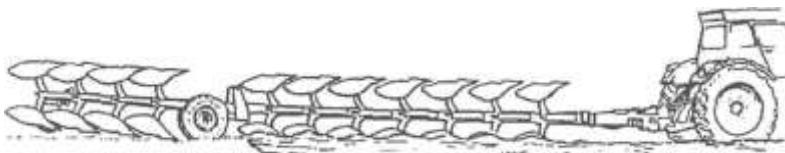

Рисунок 5 - Заглубление плуга
- при заглублении плуга (рисунок 5) - сначала происходит плавное заглубление передней части плуга при помощи навесного устройства трактора, а затем задней части плуга - при помощи гидроцилиндра колесного хода